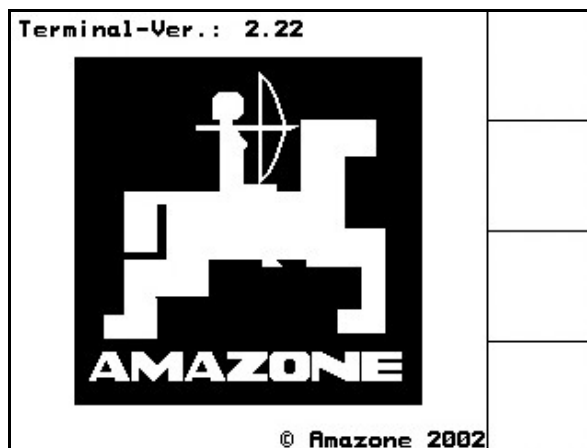

Bild 34
- Om redskapsdatorn är ansluten visas startmenyn (Bild 34) med terminal-version (här Terminal-Ver.: 2.22). Efter ca. 2 sekunder växlar **AMATRON+** automatiskt till huvudmenyn.